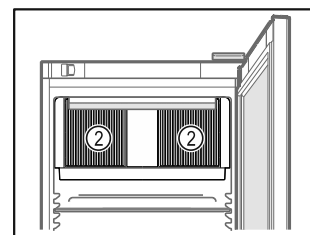

Fig. 72
- ❑ Дръжте вентилационните отвори Fig. 72 (2) на циркулационния вентилатор във вътрешността свободни.